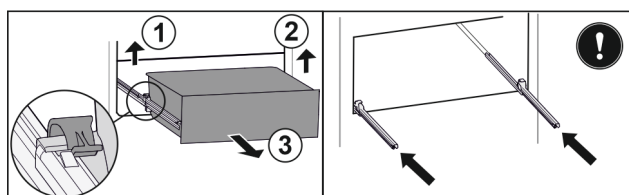

Fig. 143
- Sollevare il morsetto sinistro e allo stesso tempo tirare in avanti il cassetto sinistro. Fig. 143 (1)
- Sollevare il morsetto destro e allo stesso tempo tirare in avanti il cassetto destro. Fig. 143 (2)
- Rimuovere il cassetto tirandolo in avanti. Fig. 143 (3)